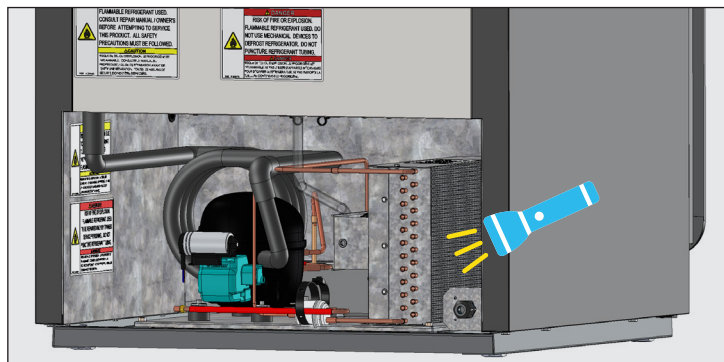

Fig. 4. Vérifiez que toutes les obstructions ont été éliminées.
4. Après élimination de la saleté de la surface de la batterie, utilisez une lampe de poche pour vérifier que vous voyez parfaitement à travers la batterie. Voir Fig. 4.